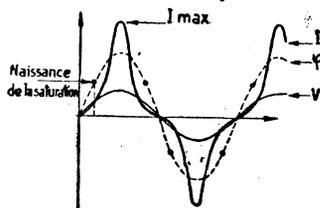

Figure 3
(1) La distorsion de l'intensité primaire ne nous intéresserait que médiocrement si la tension secondaire, qui seule importe, pouvait rester sinusoïdale avec la tension d'attaque grille (fig. 3). Mais une pointe importante de courant Imax est appelée au moment où le transformateur se sature, on n'obtient plus qu'à grand prix la croissance du flux ; elle traverse les circuits à la lampe en particulier, y crée des chutes RI qui absorbent la majeure partie de la tension disponible et écrètent (harmonique 2) la courbe de réponse.